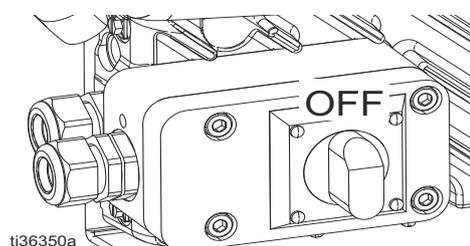

FIG. 2: Interruttore di alimentazione
2. Portare il cavo nell'unità e rimuovere le quattro viti per separare il coperchio della scatola di giunzione (Z) e l'interruttore di alimentazione (S) dalla scatola di giunzione (Y). Vedere: FIG. 2.